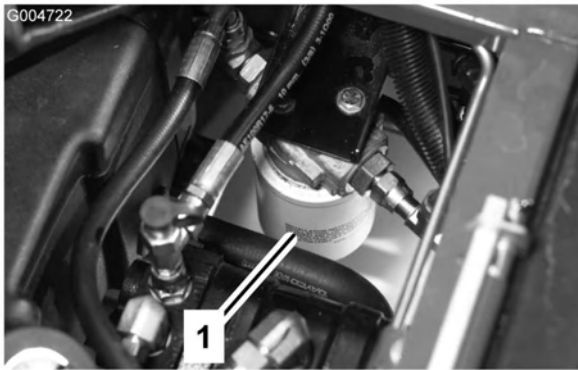

Figura 71
2. Pulite la superficie circostante il filtro. Collocate una bacinella di spurgo sotto il filtro e togliete il filtro (Figura 71).